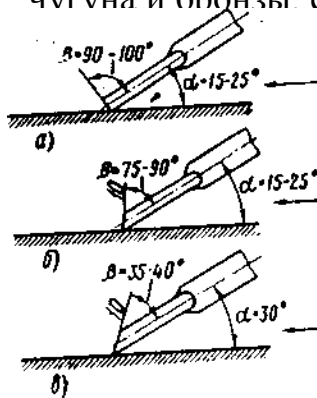

Рис. 19. Углы заточки шаберов.
6. Как выбирать углы заточки шаберов (рис. 19, а-в) для обработки